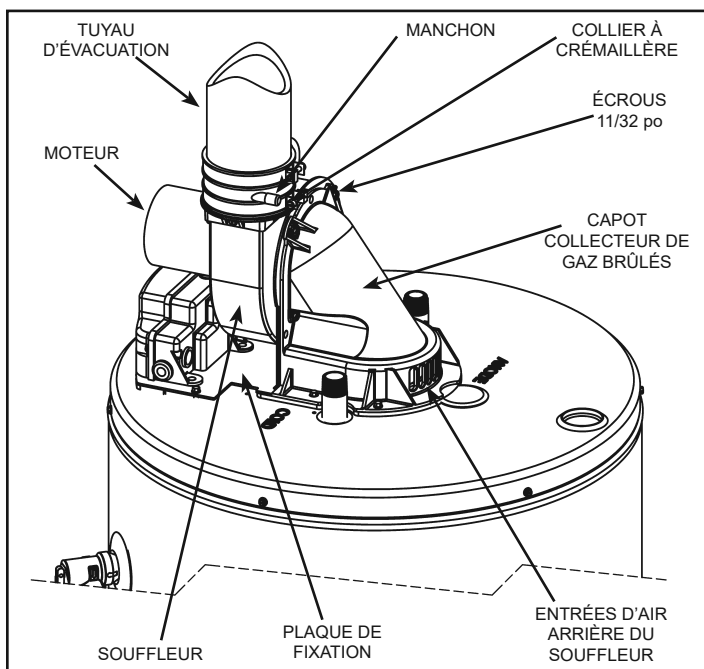

Figure 41
- Contrôler la zone du collecteur de gaz brûlés pour vérifier l'absence de corrosion (voir Figure 41). Cela peut indiquer la présence d'air contaminé, un environnement humide, un mauvais réglage du brûleur ou une forte condensation au niveau du collecteur de gaz brûlés. Déterminer et corriger tout problème de fonctionnement.